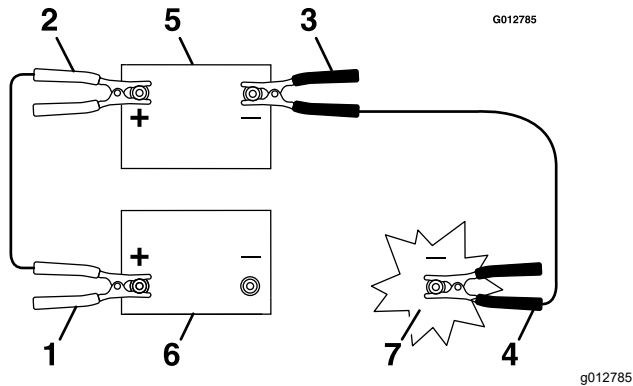

Figura 50
3. Conecte el cable positivo (+) al borne positivo (+) de la batería descargada que está conectado al motor de arranque o al solenoide (Figura 50).